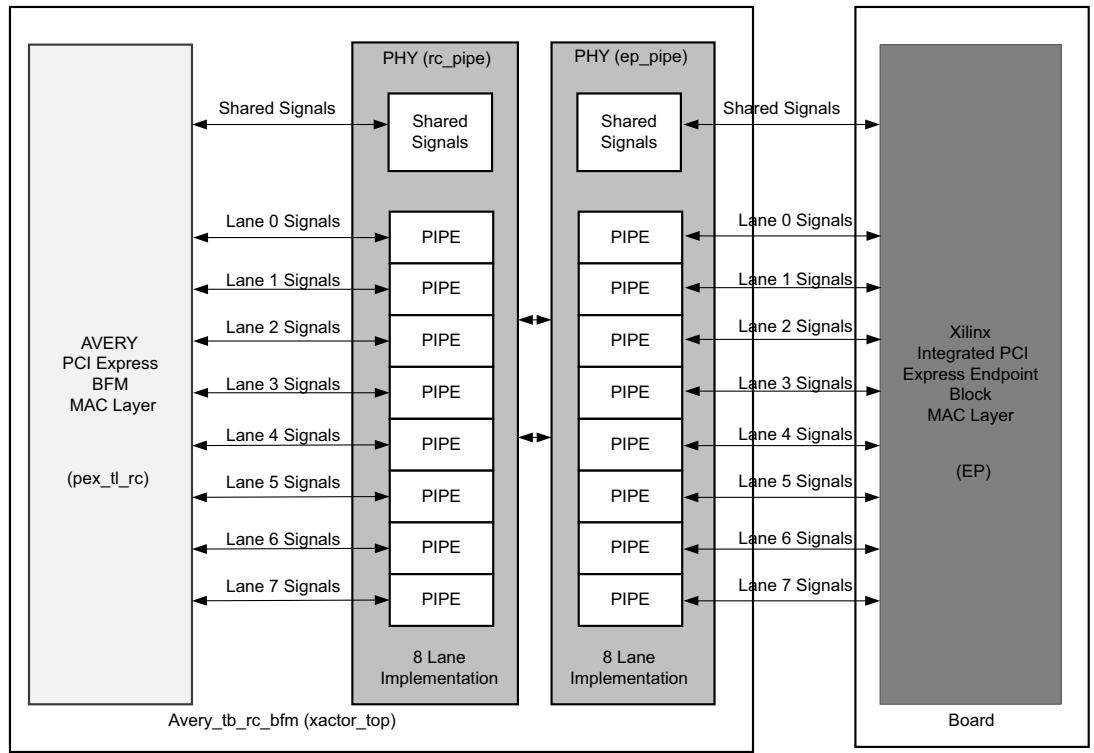

図 1: ブロック図
PCI Express PIPE 2.0 の仕様 [参照 1] に、複数レーン デザインで複数の PIPE を結合する場合について記載されています。PIPE モードのシミュレーションでは、ルート コンプレックス (RC) とする Avery Design Systems 社製の BFM と、Gen2 レートで動作する 8 レーン デザイン向けのザイリンクス Integrated PCI Express Endpoint Block (EP) のモデルを使用します (図 1 参照)。共有信号および各レーンの信号の詳細は、PCI Express PIPE 2.0 の仕様 [参照 1] を参照してください。